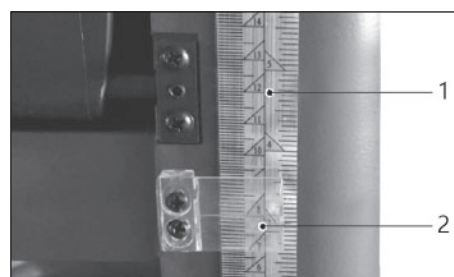

Рисунок 8.
- Используйте заготовку, с помощью которой проводили установку параллельности оси рабочей платформы и рабочего стола. Размер ее уже известен. Сравните измеренную толщину доски с показаниями на шкале 1 (рис. 8) по указателю 2.